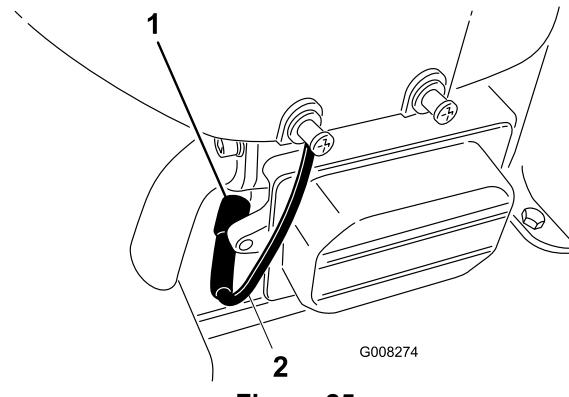

Figura 25
6. Desconecte el cable de la bujía (Figura 25).
8. Retire la bujía y la arandela de metal (Figura 25).
3. Conecte el cable de la bujía (Figura 25).